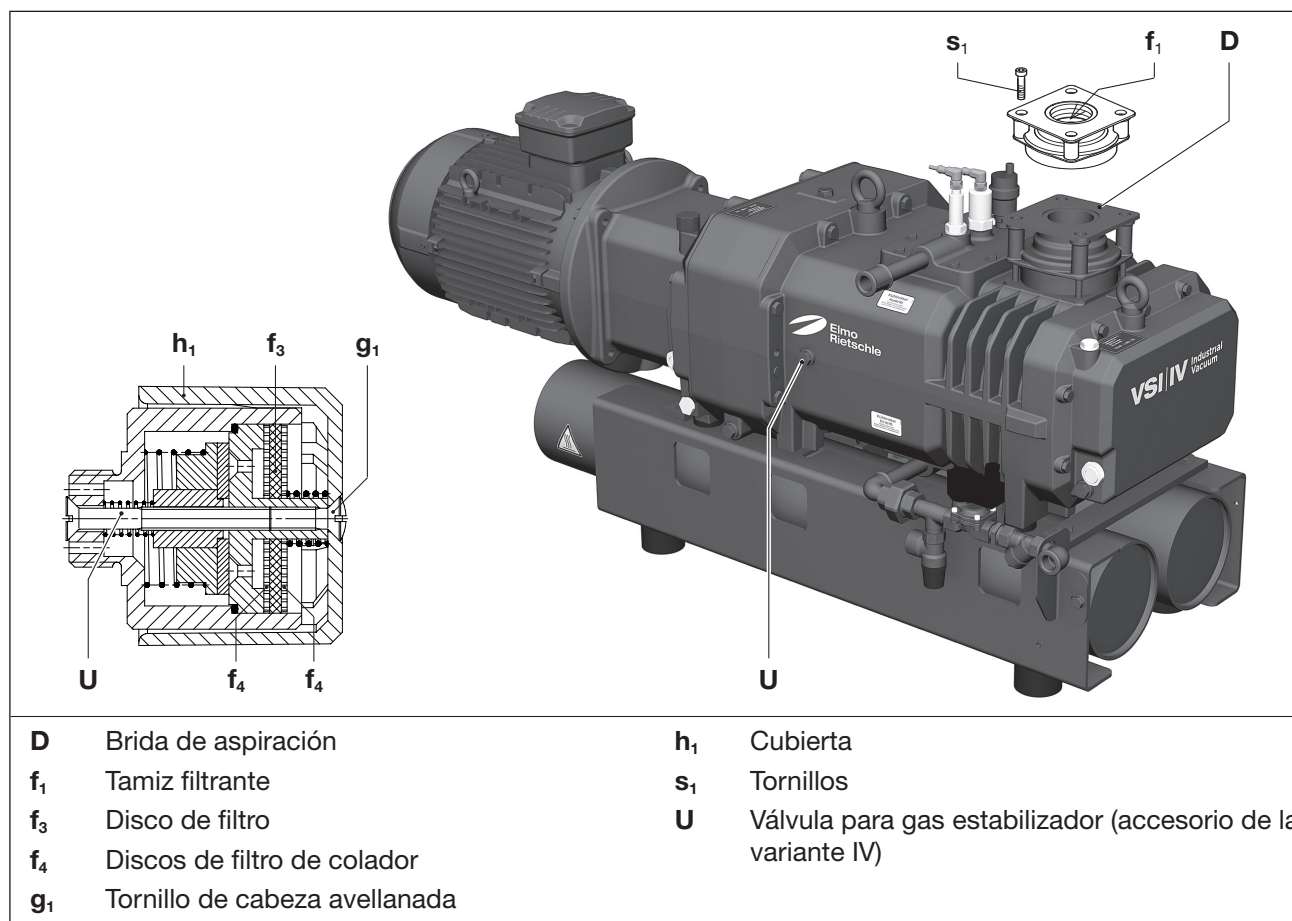

Fig. 18 Filtro de aire y Válvula para gas estabilizador
Limpiar el tamiz filtrante (Fig. 18/f₁) lavándolo o utilizando aire comprimido o sustituirlo con mayor o menor frecuencia según el grado de suciedad del medio aspirado. Asimismo, compruebe el asiento de la válvula por si hay contaminación.
- b) Retirar la brida de aspiración (Fig. 18/D) tras aflojar los tornillos (Fig. 18/s₁).
- c) Limpiar el tamiz filtrante (Fig. 18/f₁).
Las bombas funcionan con una válvula de lastre de gas (Fig. 18/U).
Limpiar el disco filtrante integrado (Fig. 18/f₃) y las rejillas de filtro (Fig. 18/f₄) utilizando aire comprimido con mayor o menor frecuencia según el grado de suciedad del medio aspirado.
- a) Aflojar el tornillo avellanado (Fig. 18/g₁) y retirar la cubierta de plástico (Fig. 18/h₁).
- b) Retire el disco de filtro (Fig. 18/f₃) y los discos de filtro de colador (Fig. 18/f₄) para comprobar su limpieza y límpielos soplando aire o sustitúyalos.
- c) Coloque el disco de filtro (Fig. 18/f₃) entre los discos de filtro de colador (Fig. 18/f₄) e insértelos en la válvula.
- d) Coloque la cubierta de plástico (Fig. 18/h₁) en su lugar y apriétela con el tornillo de cabeza avellanada (Fig. 18/g₁).